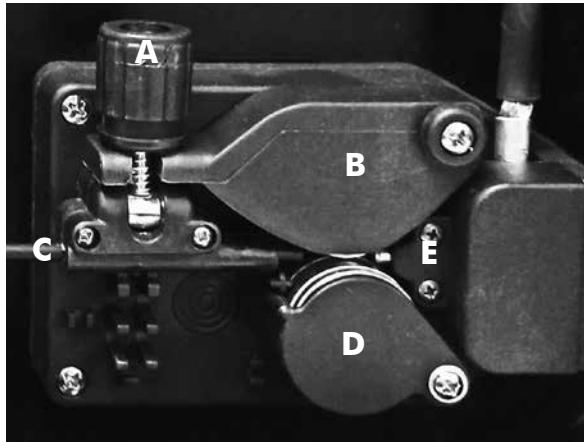

Abbildung 5
- Schrauben Sie die Mutter (1) der Haspel (Trommelbremse) ab und entfernen die Feder (2) und den Außenring (3).
- Die Spule (4) nach Entfernung der Plastikumhüllung wieder in die Haspel einlegen. Den Außenring (3), die Feder (2) und die Plastikmutter (), die das Bremssystem für die Spulengeschwindigkeit bilden, wieder an Ort und Stelle bringen. BITTE BEACHTEN: Die Mutter darf nicht zu fest angezogen werden; ist der Druck zu hoch, wird der Motor für die Bewegung des Drahtes überbeansprucht. Ist er zu schwach, hält die Spule bei Beendigung der Schweißarbeiten nicht sofort an.
- Plastikdrehgriff lockern (A) und senken und die Drahthebel anheben (B) (Abb.5). Etwaige Drahtrückstände aus der Drahthülle entfernen.
- Draht aus der Spule lassen und mit einer Zange so fthalten, der er sich nicht abwickeln kann. Das Ende vor dem Einführen in die Führung (C) ggf. gerade biegen. Draht so einführen, dass er über den unteren Rollen (D) verläuft und die Drahthülle eintritt.